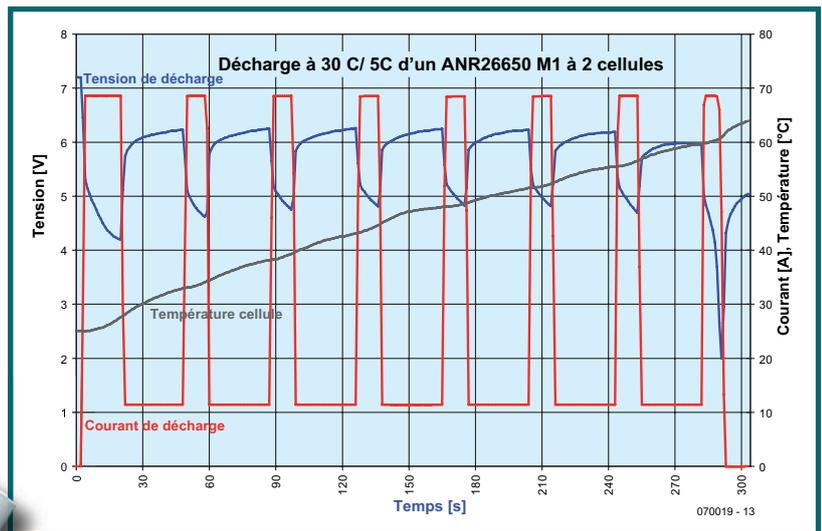

Figure 6. Décharge à courant fort, avec un courant de décharge qui alterne entre 30 C et 5 C.
que la tension de décharge finale ou la température limite (le premier des deux phénomènes intervenant) est atteinte, nous cessons la décharge. La **figure 6** représente le résultat. Pendant la phase de débit sur forte charge, la tension de décharge décroît sans désespérer. On peut en déduire que le courant d'ions lithium à l'intérieur des cellules ne suit pas assez rapidement. Comme on le voit sur la figure, pendant la phase de débit sur faible charge, la « chimie » se rattrape rapidement. Alors que les valeurs supérieures de tension ont tendance à baisser facilement au fur et à mesure de la décharge, les effondrements de tension dus au fort débit sont visiblement moindres quand la température des cellules augmente. Ce phénomène démontre que la résistance intérieure varie en fonction de la température. À la moitié de la décharge, nous mesurons une Ri(DC) de l'ordre de 11 mΩ (10 mΩ en moyenne, « typ. » pour la fiche technique). La température monte jusqu'à 63 °C en fin de décharge. Il n'y avait donc plus beaucoup de réserve, raison pour laquelle nous avons renoncé aux autres essais avec impulsions rallongées de forte intensité. Ils n'auraient eu de sens que si nous avions refroidi la batterie. Lors de cet essai, l'accumulateur a fourni 2 320 mAh – toujours plus que la capacité nominale. La symétrie des tensions des cellules est également impressionnante et, sur tous les cycles de mesure, leur différence n'a jamais dépassé 10 mV. Nous avons coupé en phase de plein débit à 1 V/cellule. Une minute après la mesure, la force électromotrice de chaque cellule était remontée à 2,74 V.